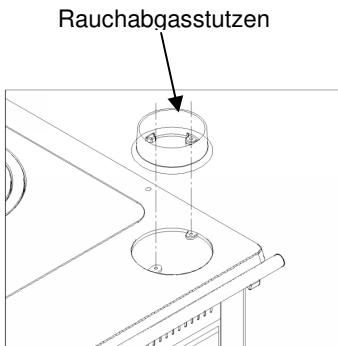

Bild 4
- Den Stutzen auf die Platte legen und mit den mitgelieferten Schrauben und Muttern befestigen (siehe Bild 4). WICHTIG: Die Schrauben von unten einsetzen und die Mutter von oben fest anschrauben.